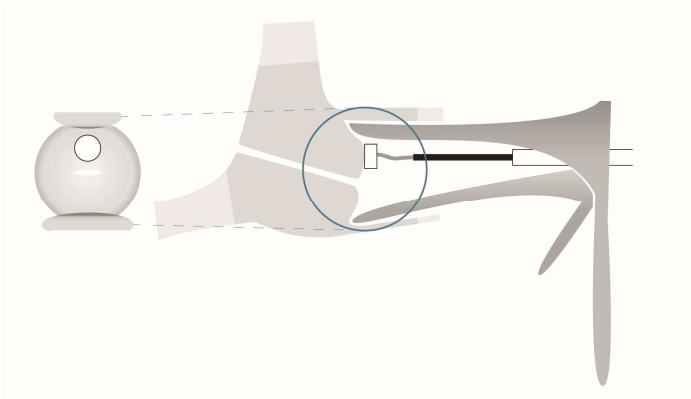

FIGURA 17: Effettuare la misurazione sul labbro anteriore della cervice uterina, in posizione corrispondente alle ore 12.
- 6) Verificare se la sonda può essere posizionata sul labbro anteriore della cervice uterina in posizione corrispondente alle ore 12 (come mostrato in FIGURA 17).
- 7) Ispezionare la superficie su cui andrà posizionata la sonda per assicurarsi che non ci sia alcuna controindicazione (**1.10 - Controindicazioni**). Annullare la misurazione se viene identificata una controindicazione o se la posizione non è accessibile (vedere la FIGURA 17).